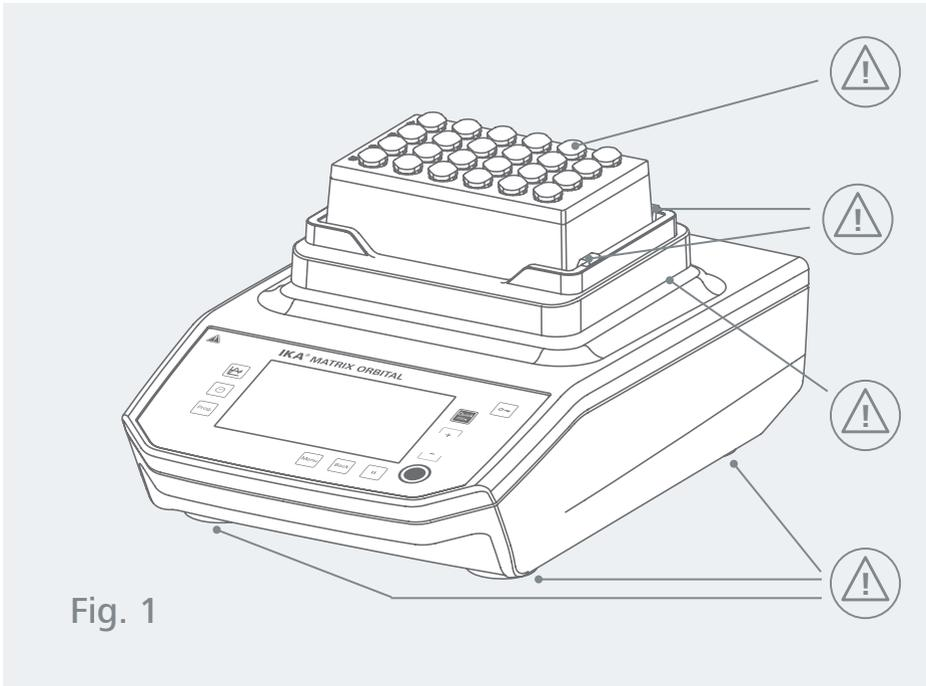

Fig. 1
- › Tenir compte des emplacements dangereux représentés dans la Fig. 1.
- › Aucune pièce mobile ne doit être touchée (risque d'écrasement, de choc et de coupure, Fig. 1 points de danger illustrés)